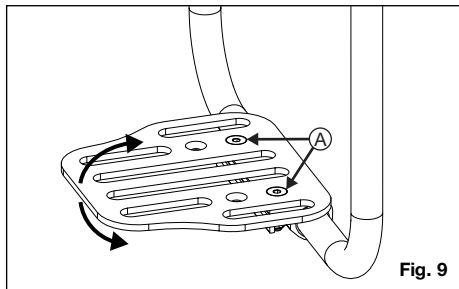

Fig. 9
1. Løsn de to skruer (fig. 9:A) på oversiden af fodstøtten ved hjælp af en 4 mm unbrakonøgle. Der er forsænkede nylon-låsemøtrikker på undersiden af klemmen. Pas på, at de ikke falder ned, når du løsner skrueerne.
2. Drej fodstøtten til den ønskede vinkel og sikr den ved at stramme de to skruer igen (fig. 9:A).